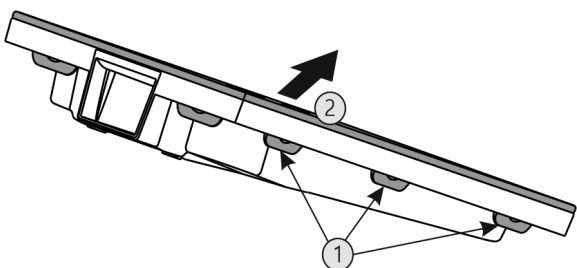

Fig. 58
- ▶ Tryck på alla flikar Fig. 58 (1) efter varandra och ta bort täcklocket Fig. 58 (2).